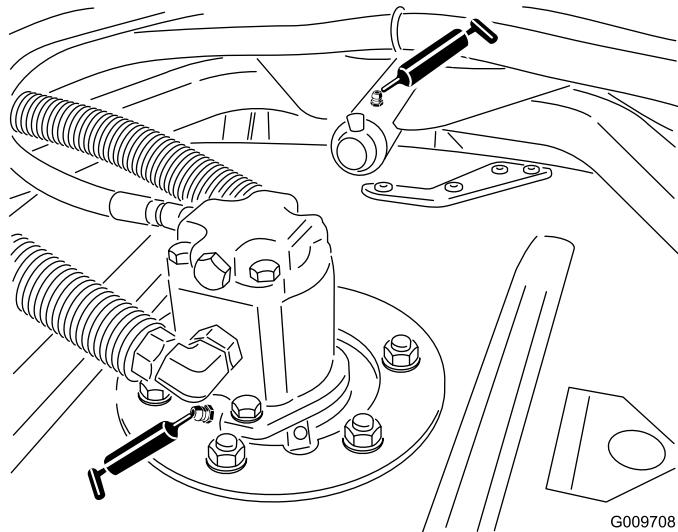

Figure 21
- Roulements d'axes de pivots de plateau de coupe (1 par plateau de coupe) (Figure 21)
- Bagues de bras de bâti porteur de plateau de coupe (1 par plateau de coupe) (Figure 21).